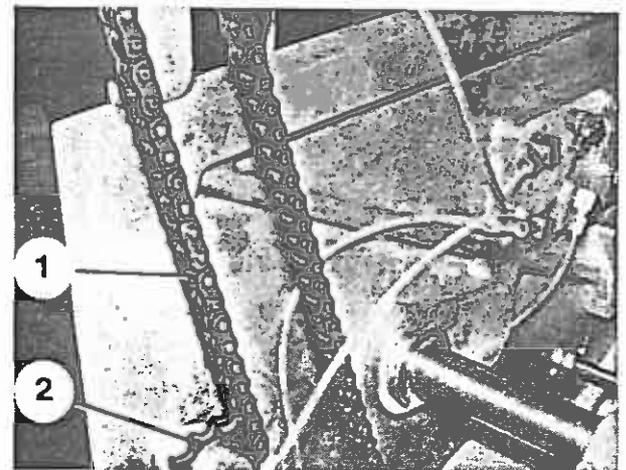

Bild 73
8. Sicherung vom Kettenschloß (Bild 73/1) abnehmen und Verbindungsflasche herausziehen.
Einbauhinweis: Kette so legen, daß der Kettenspanner (Bild 73/2) hinter der Kette liegt.